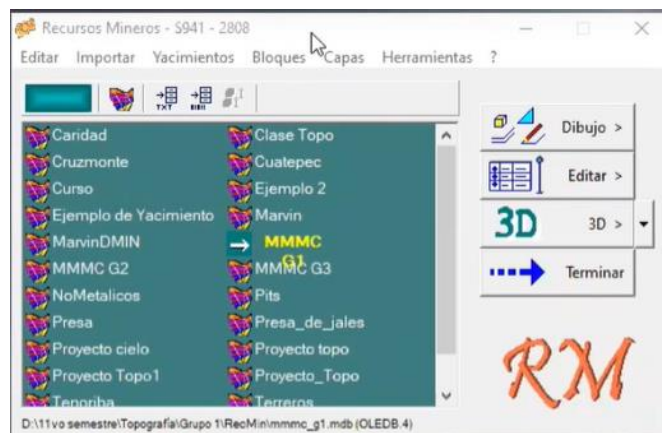

Figura 170. Módulo de yacimientos.
26. Abrir el módulo de yacimientos de RecMin y seleccionar el proyecto de la materia. Figura 170.